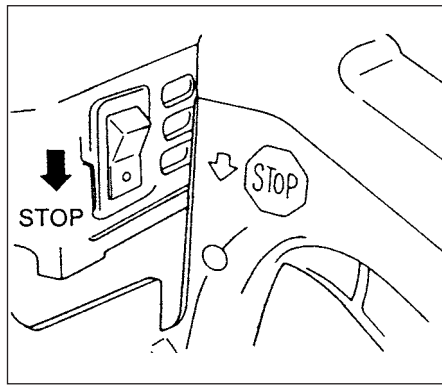

Fig.2-6
**Stopp av motorn. (Fig. 2-6)**